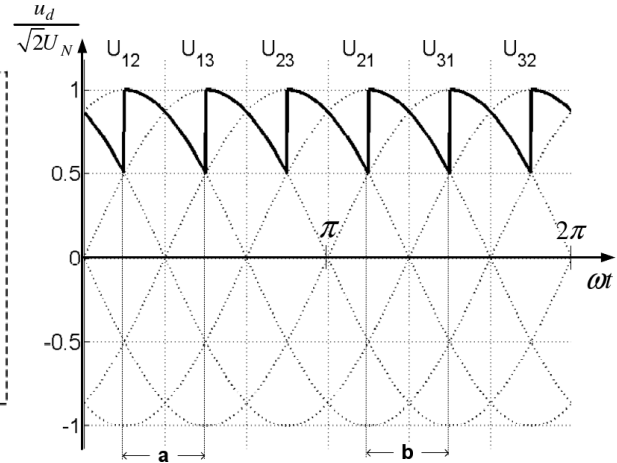

Abbildung 8: Zeitverlauf der Spannung $u_d(t)$
Die Spannung u_d hat einen Zeitverlauf gemäß Abbildung 8.
- Geben Sie an, welche Thyristoren im Abschnitt **a** und welche im Abschnitt **b** der Abbildung 8 den Strom führen.
b) Aus Bild 8 lässt sich der Zündwinkel ablesen zu $\alpha = 30^\circ$.